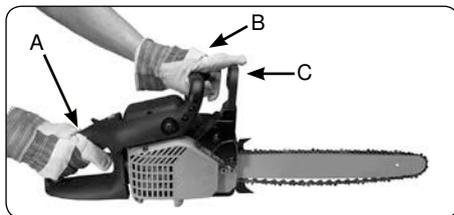

Рис. 11
3. Возьмитесь за заднюю рукоятку (A) правой рукой (Рис. 11).
- 4.левой рукой крепко возьмитесь за переднюю рукоятку (B), а не за рычаг тормоза цепи (C) (Рис. 11).
5. Нажмите на рычаг газа до 1/3 от его хода, после этого сразу же задействуйте рычаг тормоза цепи (C) (Рис. 11).